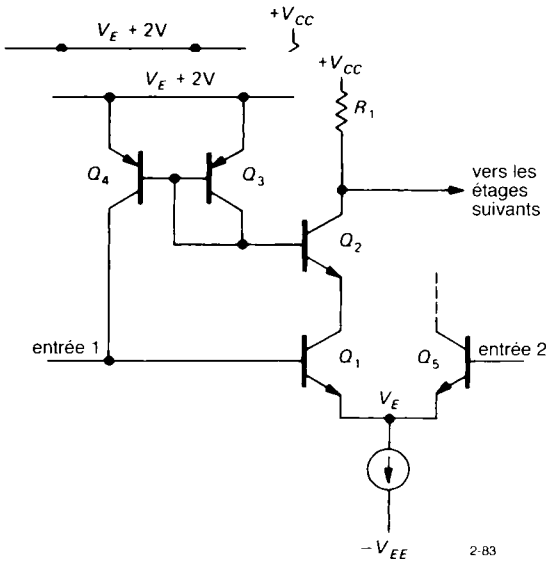

Figure 2.83 - Principe de compensation du courant de base usuel dans les amplificateurs opérationnels de qualité.
(8) Plusieurs types commerciaux d'amplificateurs opérationnels de précision (comme le vénérable OP-07 et le récent LT1012) utilisent le circuit de la figure 2.83 pour compenser le courant de polarisation d'entrée (le schéma ne montre en détail qu'une des entrées symétriques de l'amplificateur différentiel ; l'autre entrée fonctionne de la même façon). Expliquez le fonctionnement du circuit. Note :  $Q_1$  et  $Q_2$  sont appariés en gain. Astuce : tout repose sur des miroirs.